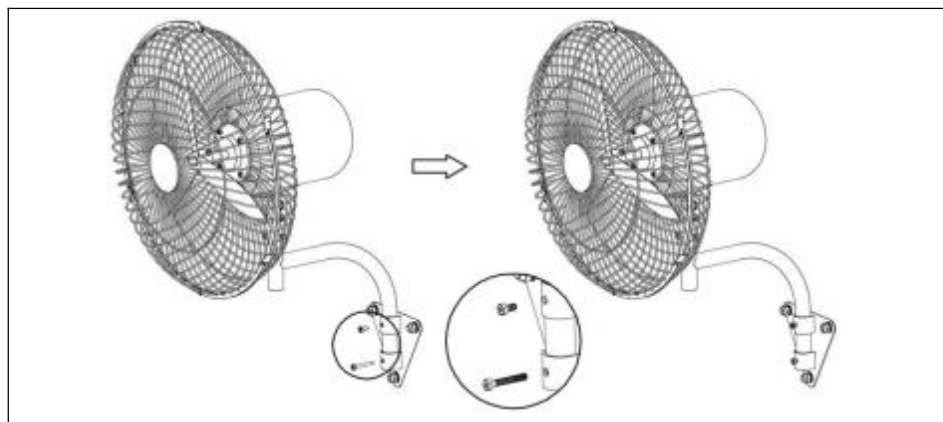

Fig.9 .
2). Installez le corps du ventilateur sur le panneau mural (2), puis serrez les vis du support 1 (4) et 2 (5). Veuillez noter que les trous de vis du support doivent correspondre à ceux du panneau mural. Voir la figure 9.